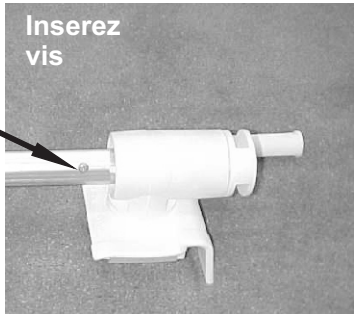

Fig. 6
- B Fixez chaque extrémité à l'aide d'une vis auto-perceuse à 2,5 cm (1") de l'extrémité des tubes et ce, aux DEUX extrémités (voir Fig. 6).